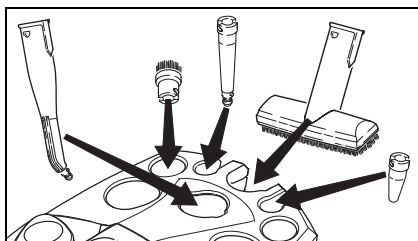

Рис. 1
- Ручную форсунку (E1) вставить в подходящий держатель для принадлежностей (см. рис. 1).